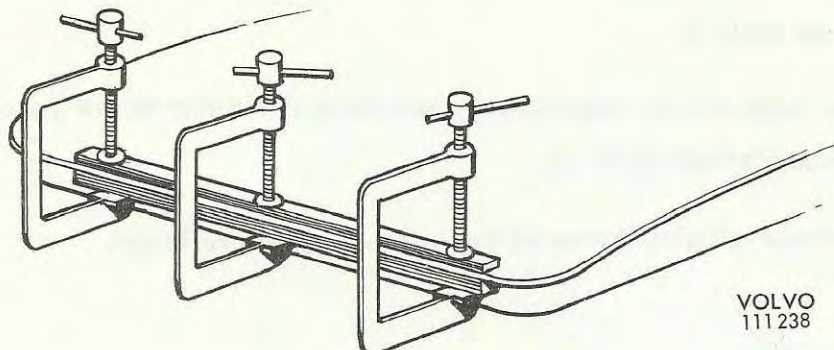

Bild 5.
8. Lägg ihop fogytorna och pressa ihop dem med hjälp av träribbor och skruvtvingar eller svetstänger (bild 5). Avståndet mellan tvingarna bör vara ca 5 cm.